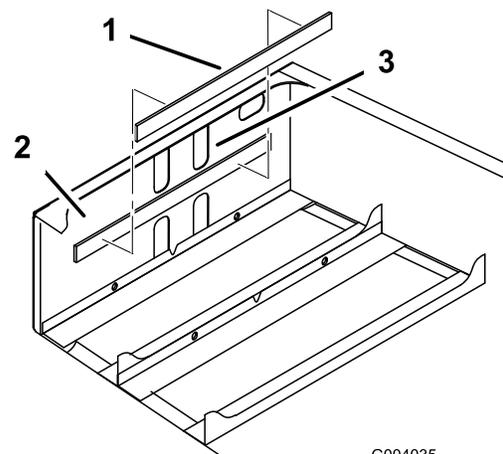

Bild 5
- Nehmen Sie den Klebestreifen hinten am Batteriepolster ab und setzen Sie es vorne innen am Hinterrahmen ein (Bild 5).
Hinweis: Das Polster sollte sich ungefähr 6 mm unter der unteren Kante der oberen Stanzlöcher befinden (Bild 5).